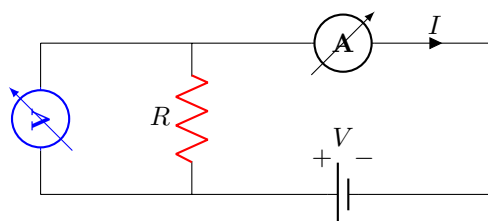

Figura 1: Circuito CC Resistivo Básico. Fonte: Autor.
1. Monte o circuito de acordo com a figura 1;
3. Monte o circuito, conforme o esquema da figura 1, com um fio de 1 m do painel, a fonte e o amperímetro (em série);